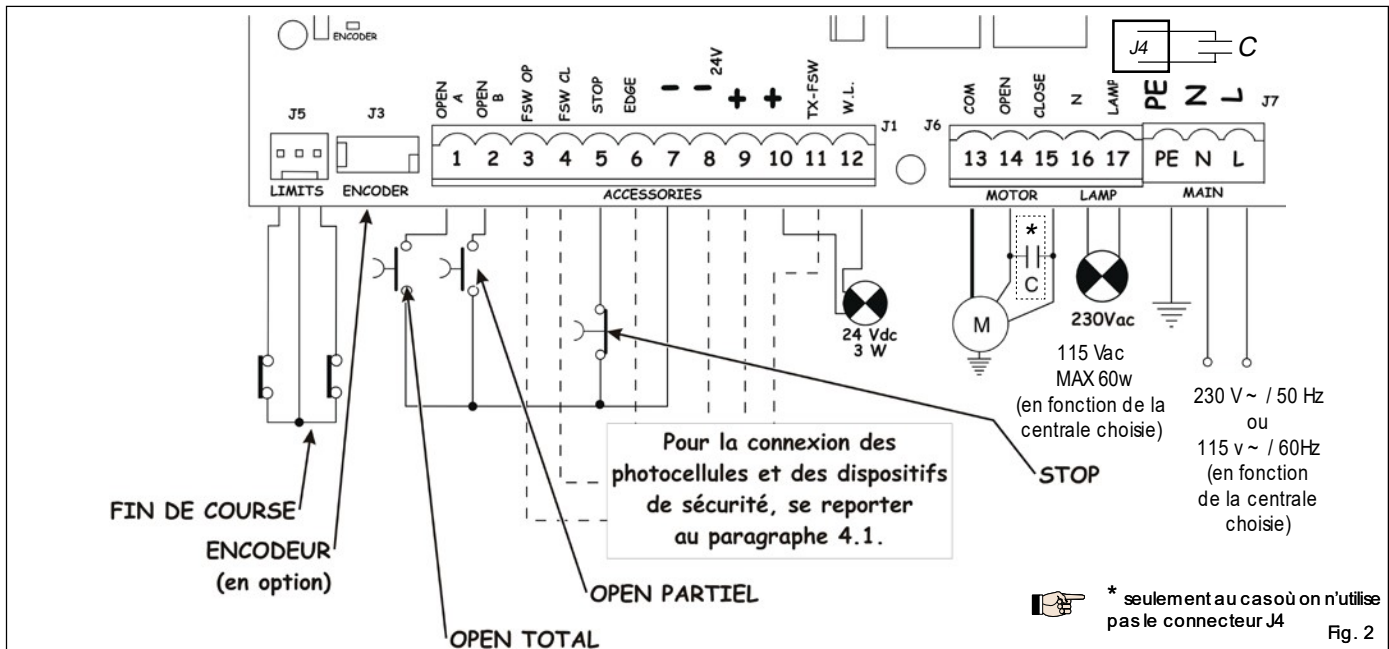

Fig. 2
4.2. Bornier J7 - Alimentation (fig. 2)	page.24
4.3. Bornier J6 - Moteurs et feu clignotant (fig. 2)	page.24
4.4. Bornier J1 - Accessoires (fig. 2)	page.24
4.6. Connecteur J6 - Embrochage rapide du Fin de course (fig. 2)	page.25
4.7. Connecteur J3 - Embrochage rapide de l'Encodeur (fig. 2)	page.25
Connecter la terre à la borne spécifique prévue sur le connecteur J7 de la platine (voir fig.2).
4.2. Bornier J7 - Alimentation (fig. 2)
4.3. Bornier J6 - Moteurs et feu clignotant (fig. 2)
4.4. Bornier J1 - Accessoires (fig. 2)
4.6. Connecteur J6 - Embrochage rapide du Fin de course (fig. 2)
Cette entrée est prédisposée pour la connexion rapide des fins de course d'ouverture et de fermeture qui peuvent provoquer l'arrêt du vantail, le début du ralentissement ou le freinage (voir programmation avancée Chap. 5.2.). Dans les motoréducteurs où on a prévu la centrale incorporée, cette connexion est déjà pré-câblée en série (fig. 2). Pour la direction d'ouverture du vantail, voir programmation avancée Chap. 5.2.
4.7. Connecteur J3 - Embrochage rapide de l'Encodeur (fig. 2)